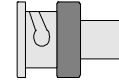

Bild 2: Nullstecker
- Nullstecker (Bild 2) – nur bei *iks aquastar midi* Redox